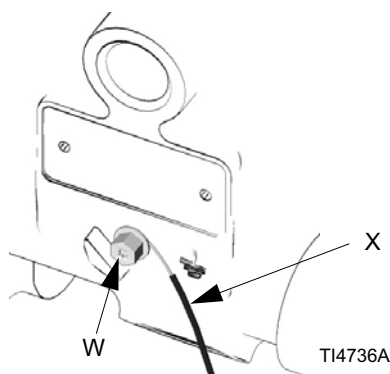

Рис. 2: Подключение провода заземления
- Насос: Используйте провод и зажим заземления, как показано на Рис. 2. Ослабьте винт (W) заземления. Вставьте один конец провода (X) заземления, сечение которого должно составлять минимум 1,5 мм2, за винт заземления. Надежно затяните винт. Подсоедините конец зажима провода заземления к реальному заземлению. Номер провода и зажима заземления по каталогу — 222011.